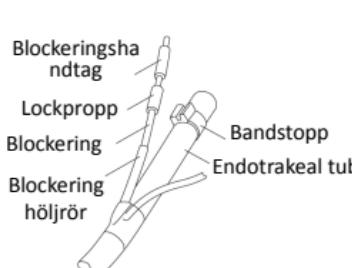

Bild 6
1. Flytta lockproppen och rotera (vid behov) och montera den på blockeringshölrör (Bild 6).